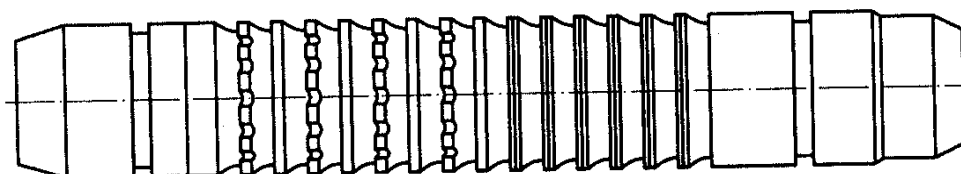

Рисунок .2 Прошивка цилиндрическая
7. Для окончательной калибровки и отделки отверстия следует использовать просечки, протяжки и прошивки на винтовом или пневматическом прессе (рис.2).